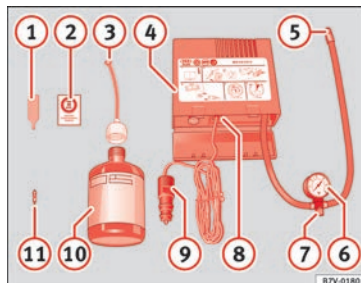

Fig. 97 Représentation standard : contenu du kit antirevaissan.
Le kit antirevaissan se trouve dans le coffre à bagages, sous le revêtement de plancher. Il inclut les composants suivants » **fig. 97** :
Revissez le tuyau de gonflage » fig. 97 ⑤ et vérifiez la pression du manomètre ⑥.